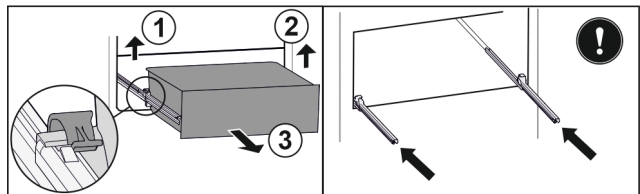

Fig. 106
- ▶ Soulever la bride gauche et tirer dans le même temps la partie gauche du tiroir vers l'avant. Fig. 106 (1)
- ▶ Soulever la bride droite et tirer dans le même temps la partie droite du tiroir vers l'avant. Fig. 106 (2)
- ▶ Retirer le tiroir par l'avant. Fig. 106 (3)